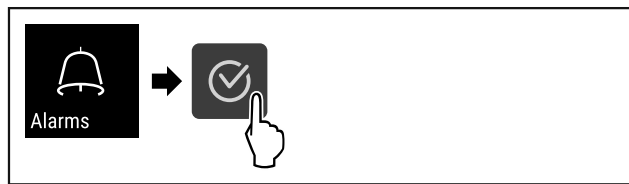

Fig. 108
- ▶ Genomför handlingsstegen (se Fig. 108).